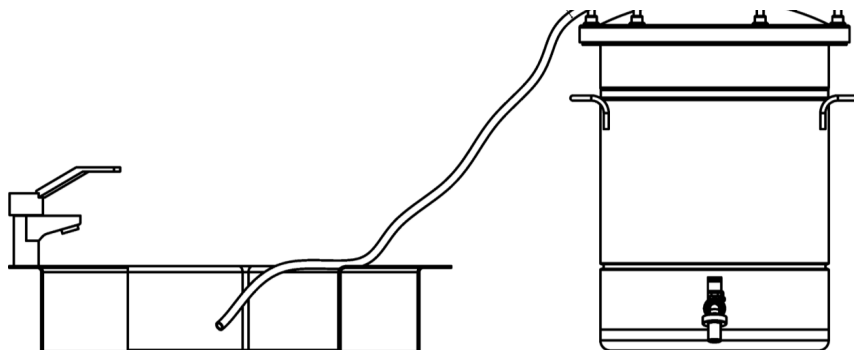

Рисунок 4 — Установка шланга для для выхода избыточного давления (горячего пара) из автоклава
- с помощью шланга соединить штуцер с термостойкой емкостью (кухонная раковина, иные металлические ёмкости, термостойкий пластик и т.п.) (рис. 4).